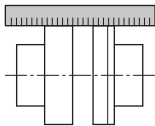

Fig. 12: radiālā izlāgojuma pārbaude ar lineāla palīdzību
- Alternatīvi radiālā savienojuma elementa izlāgojuma kontroli iespējams veikt arī ar lineālu (skat. Fig. 12).